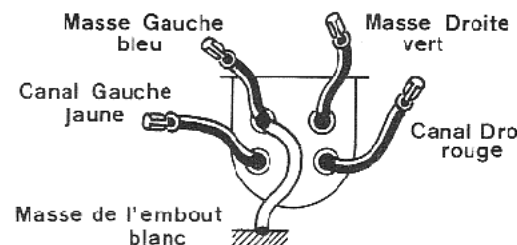

Fig. 4
- Pour les lecteurs dont le blindage est réuni à la masse canal gauche, il est nécessaire d'effectuer une modification : réunir le fil blanc au fil bleu sur la broche de l'embout (fig. 4).